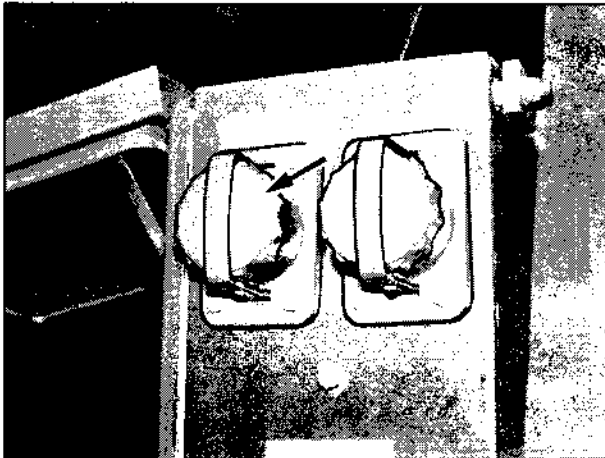

Bild 96
4. Stromversorgungskabel von der Steckdose trennen und Steckdose mit Schraubdeckel (Bild 96/Pfeil) verschließen.